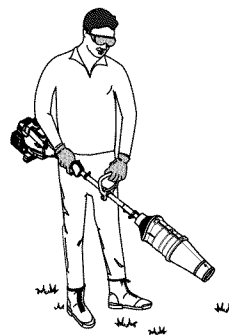

Fig. 6
- Párese en la posición de operación (Fig. 6).